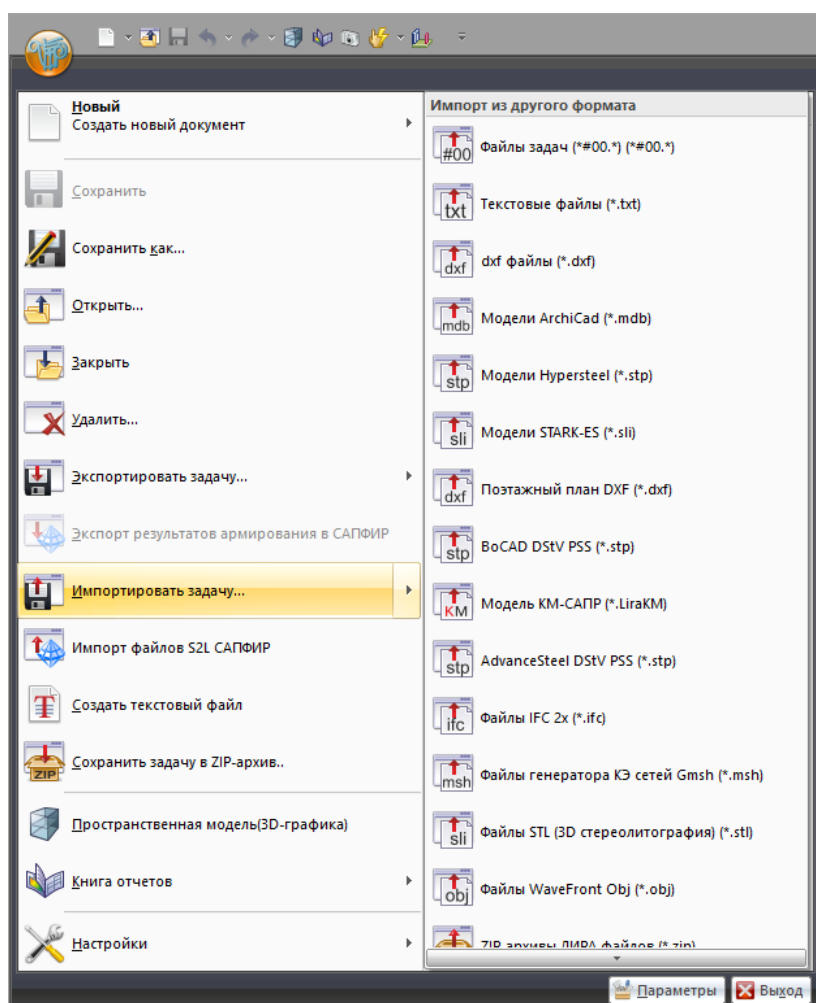

Рис. 9. Раскрывающееся меню **Импортировать задачу**
**Импортировать задачу** (рис.9) – раскрывающееся меню. Импорт расчетных схем из файлов разных форматов в ПК ЛИРА-САПР®.